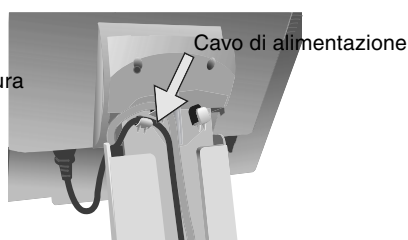

Figura C.4
7. Inserire il cavo D-Sub e il cavo USB nei ganci specifici indicati nella **figura C.4**.
8. Assicurarsi che tutti i cavi siano adagiati in posizione piatta contro il supporto (**figura C.4**).